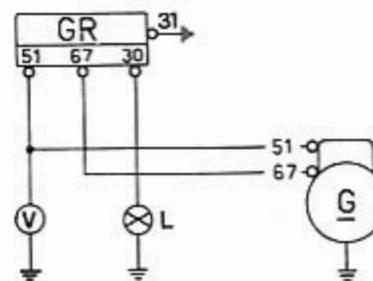

Fig. 339 - Schéma des connexions électriques pour le contrôle de la tension de fermeture du disjoncteur.
1.1. Réaliser le schéma fig. 339.